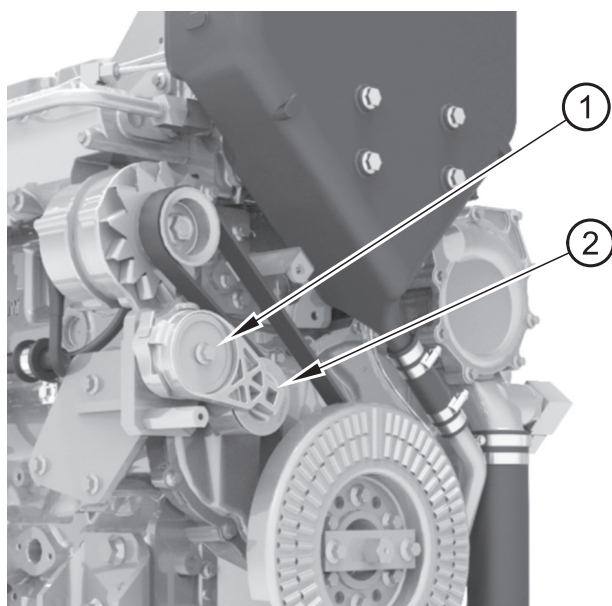

Figura 13
2. Inserte una herramienta de punta cuadrada (figura 13, elemento 2) en el orificio cuadrado del tensor de la correa (elemento 1). Gire el tensor de la correa hacia la derecha para liberar la tensión de la correa. Retire la correa.